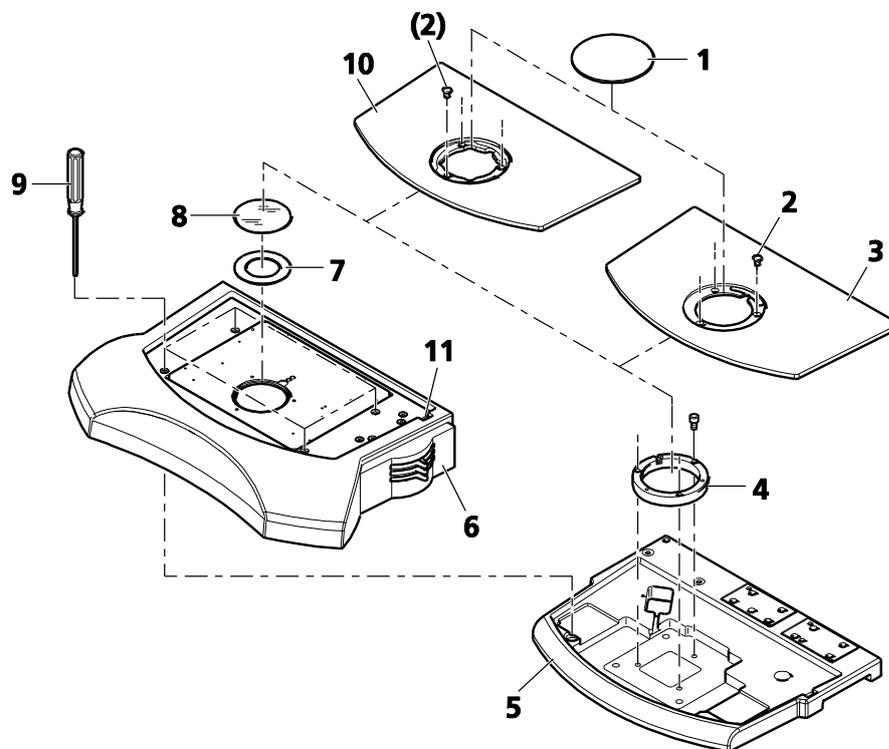

Fig. 20 Montage de l'unité de lumière transmise S
- Retrait de la plaque d'insertion de la base (Fig. 20/3). Pour ce faire, desserrer les petites vis à six pans creux (Fig. 20/2), soulever la plaque d'insertion (utiliser à cet effet la poignée encastrée sur le bord droit de la base du statif (Fig. 20/5)) et la soulever fermement avec les deux mains.
- Desserrer les trois vis à six pans creux (SW 3) de la bague adaptatrice (Fig. 20/4) à l'aide d'un tournevis à tête sphérique et retirer la bague adaptatrice.
- Insérer l'unité de lumière transmise (Fig. 20/6) sur la base du statif. Les deux grandes goupilles coniques en plastique situées en partie basse de l'unité de lumière transmise doivent se clipser dans la base du statif.
- Utiliser le tournevis à tête sphérique (Fig. 20/9) pour visser à la main les quatre vis à six pans creux (SW 3) sur l'unité de lumière transmise.
- Poser la plaque d'insertion du socle (Fig. 20/3) sur l'unité de lumière transmise (Fig. 20/6).
- Insérer la plaque de verre transparent Ø 84 mm (Fig. 20/8) pour éviter que les vis et autres petites pièces ne se perdent au cours des travaux d'installation ultérieurs.
- Utiliser les petites trois vis à six pans creux (Fig. 20/2) pour fixer la plaque d'insertion de base (Fig. 20/3) (sans adaptateur de platine) à l'équipement en lumière transmise.
- Remplacer la plaque de verre transparent Ø 84 mm (Fig. 20/8) par l'insert 52/84 (Fig. 20/7).
- Insérer la plaque de verre de 120 mm (Fig. 20/1) ; appuyer sur le bord arrière pour la retirer à nouveau.
- Retirer le verre ou la plaque N/B (Fig. 20/8) et insérer le 52/84 (Fig. 20/7).
- Retrait de la plaque d'insertion de la base (Fig. 20/3). Pour ce faire, dévisser les courtes vis à tête cylindrique captives (Fig. 20/2).
- Installer la plaque d'insertion ferromagnétique 450 (Fig. 20/10) ou la plaque d'insertion chauffante 450 et la fixer avec trois vis à six pans creux.
-  Si la plaque d'insertion ferromagnétique chauffante 450 est utilisée, faire passer les deux câbles chauffants côte à côte par la découpe de la plaque d'insertion et les fixer à l'aide de trois brides. Faire ensuite passer les deux câbles chauffants vers l'extérieur à travers la cavité latérale (Fig. 20/11) de l'unité de lumière transmise S et les connecter au contrôleur SC 300. Pour l'installation et l'utilisation de l'unité de commande SC 300, se reporter au manuel d'exploitation fourni séparément.